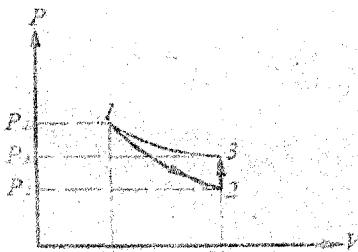

Рисунок 1. Процеси зміни стану газу під час проведення досліду
Метод визначення показника адіабати, запропонований Клеманом і Дезормом (1819 р.), ґрунтуються на вивченні параметрів деякої маси газу, яка переходить з одного стану в інший двома послідовними процесами - адіабатичним та ізохоричним. Ці процеси на діаграмі  $P$ - $V$  (рис. 1) зображені кривими відповідно 1-2 і 2-3. Якщо у балон, з'єднаний з відкритим водяним манометром, накачати повітря і зачекати до встановлення теплової рівноваги з навколошнім середовищем, то в цьому початковому стані 1 газ має параметри  $P_1$   $V_1$   $T_1$ , причому температура газу в балоні дорівнює температурі навколошнього середовища  $T_1=T_0$ , а тиск  $P_1=P_0+P'$  трохи більший від атмосферного. Якщо тепер на короткий час з'єднати балон з атмосферою, то станеться адіабатичне розширення повітря. При цьому повітря в балоні перейде у стан 2, його тиск знизиться до атмосферного  $P_2 = P_0$ . Маса повітря, що залишилося у балоні, яка в стані 1 займала частину об'єму балона, розшириючись, займе весь об'єм  $V_2$ . При цьому температура повітря, що залишилось у балоні, знизиться до  $T_2$ . Оскільки процес 1-2 є адіабатичний, до нього можна застосувати рівняння Пуасона (11):